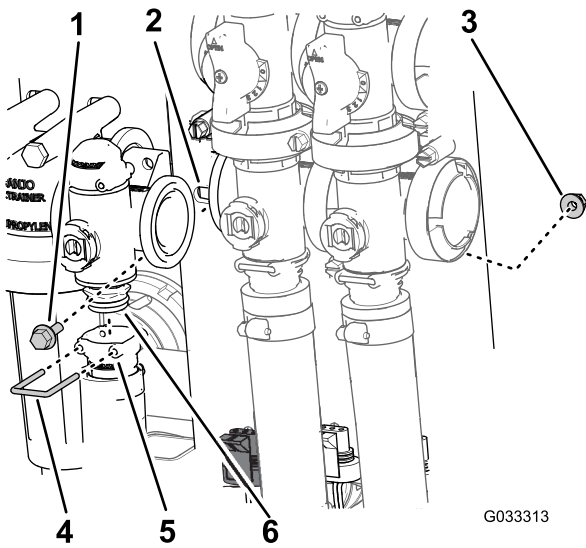

Figure 69
2. Retirez l'étrier qui fixe le raccord de sortie au collecteur du régulateur de débit (Figure 69).
- Retirez les 2 boulons à embase et les 2 contre-écrous à embase qui fixent le régulateur de débit au support, puis déposez le collecteur de la machine (Figure 69).